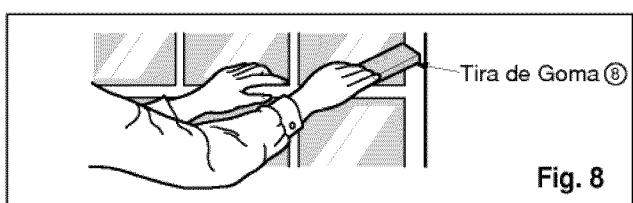

Fig. 8
- Corte la tira de goma ⑧ a la medida apropiada e intodúzcala entre la parte superior e inferior de la ventana. (Ver Fig. 8)